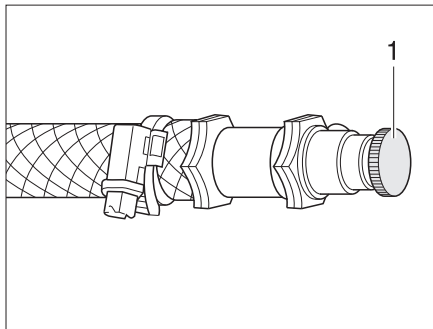

Fig. 292 Soupape de purge pour le chauffage à eau chaude
- Ouvrir la soupape de purge (Fig. 292,1) et la laisser ouverte, jusqu'à ce l'air soit complètement évacué du circuit.